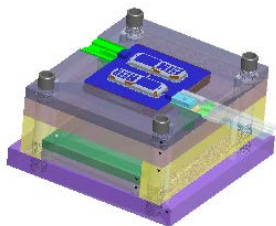

图 31.66 定义斜导柱滑块 1
Step8. 定义斜导柱滑块 1。将模型显示状态切换到着色显示，取消基准面、基准轴和基准点的显示，显示基准坐标系；单击 **EMX 装配** 功能选项卡 **视图** 控制区域中的 **显示** 按钮，在弹出的快捷菜单中选择 **动模**；单击 **EMX 元件** 功能选项卡 **元件** 控制区域中的 **滑块** 按钮，此时系统弹出图 31.65 所示的“滑块”对话框；在“滑块”对话框 **meusburger** 的下拉列表中选择 **hasco** 选项；单击 **(1) 坐标系** 下面区域的 **选取项目** 选项使其激活，系统弹出“选择”对话框，选择 Step4 创建的坐标系 ACS0；采用系统默认的滑块参数，单击 **确定** 按钮，结果如图 31.66 所示。